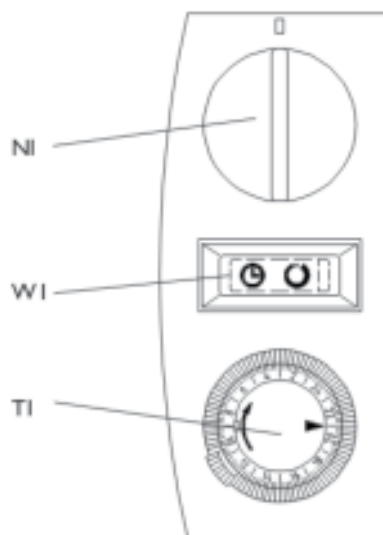

Рис. 20
**Переключатель мощности** позволяет выбрать (см. рис. 20) интенсивность нагрева в зависимости от температуры в помещении.